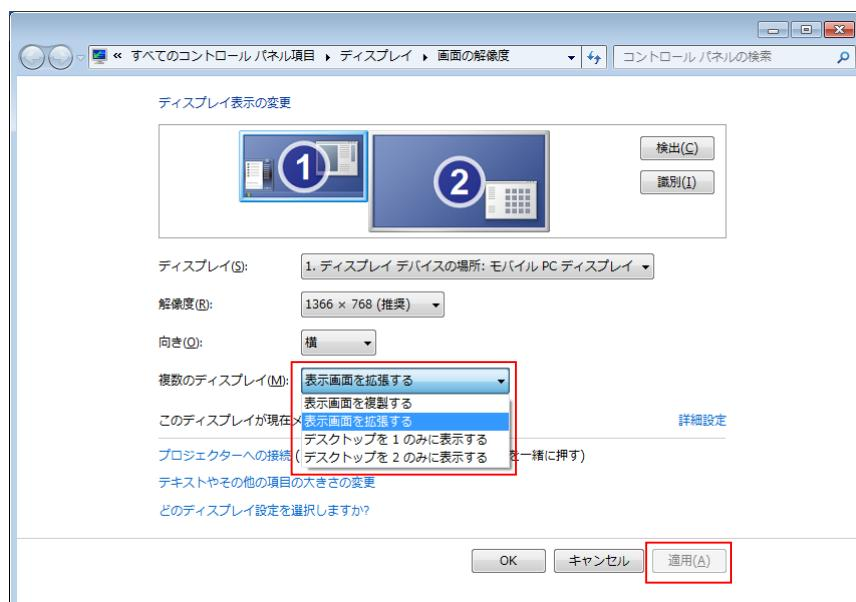

図 2-6-2-1. 画面の解像度設定画面
- ⑪ 図 2-6-2-2 のようなメッセージが表示されるので、15 秒以内に [変更を維持する] ボタンをクリックします。